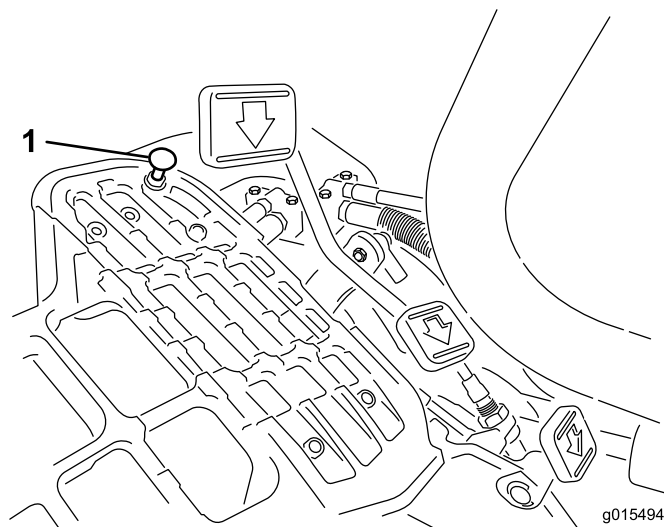

Figure 49
Pour obtenir la vitesse de transport maximale, placez le sélecteur de fonction en position de transport et appuyez sur la pédale de déplacement. Si la pédale touche la butée (Figure 49) avant que la tension soit ressentie sur le câble, un réglage est requis.
1. Placez le sélecteur de fonction à la position de transport et desserrez le contre-écrou de fixation de la butée de pédale au plancher (Figure 49).